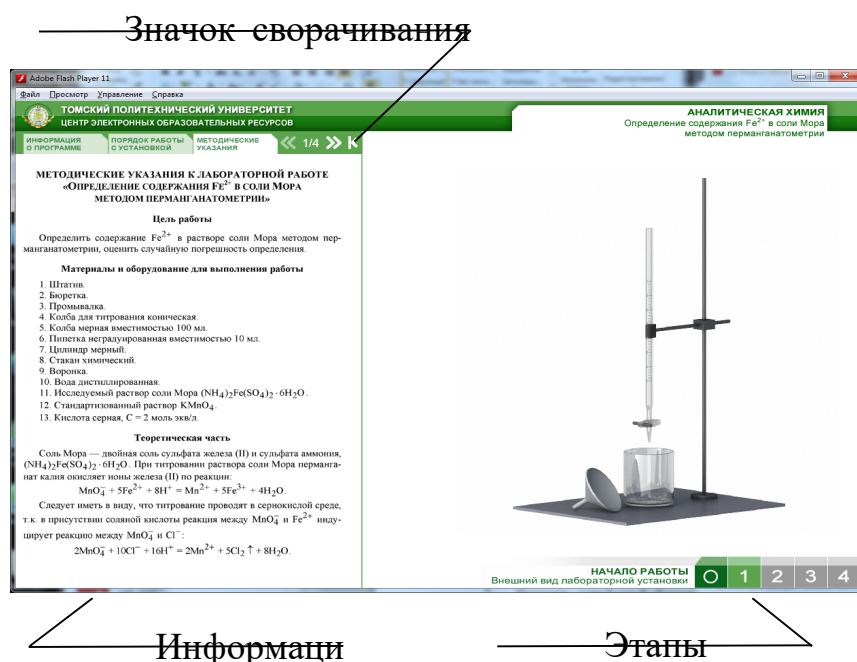

Рис. 2.1. Интерфейс ВЛР
3. Запустите двойным щелчком файл **Лабораторная установка**, откроется окно ВЛР (рис. 2.1), основными элементами которого являются:
Управление **Лабораторной установкой** производится при помощи мыши. Все активные элементы лабораторной установки подсвечены цветными маркерами. Чтобы развернуть на все поле окно **Лабораторной установки**, надо нажать на **Значок сворачивания информационной панели** (см. рис. 2.1, 2.2). Повторное нажатие вернет информационную панель на место.